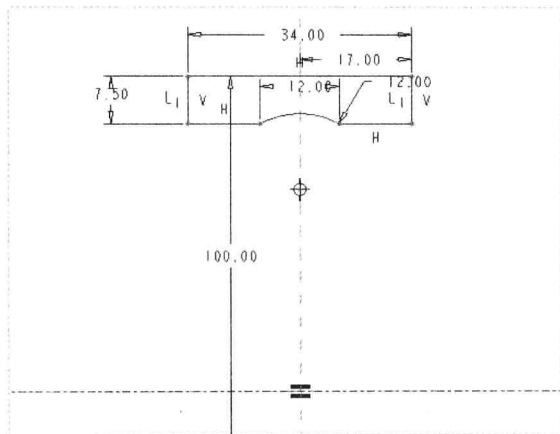

图 17-17 绘制截面 1
Step 01 按【Ctrl+N】组合键,新建零件文件。在“功能区”选项板的“模型”选项卡中,单击“形状”面板中的“旋转”按钮,弹出“旋转”选项卡;选择 TOP 基准平面作为草绘平面,进入草绘环境,单击“草绘”选项卡中的相应按钮,绘制截面,如图 17-17 所示。